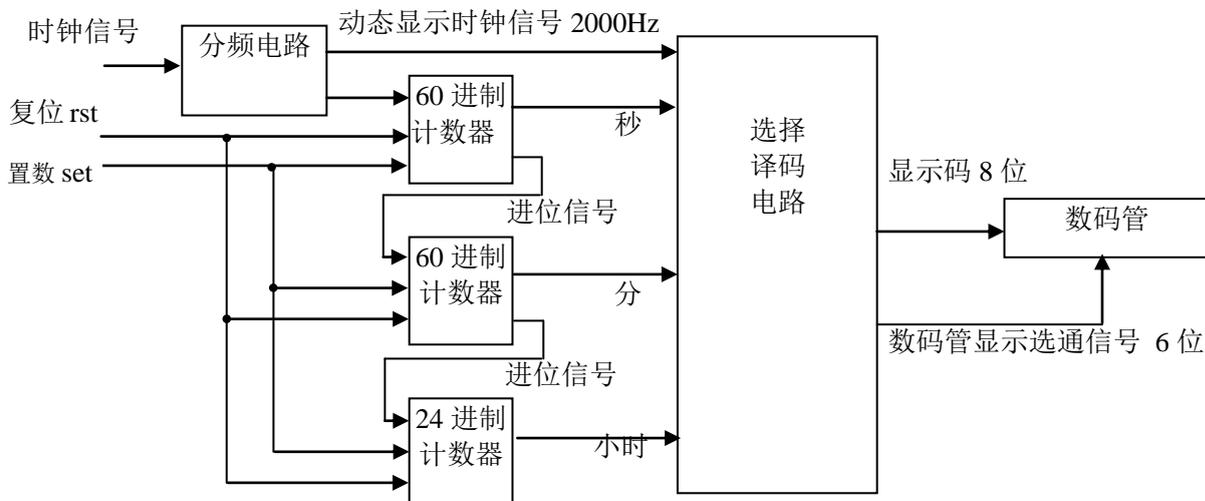

图 3.1 数字时钟框图
数字时钟框图如图 3.1 所示，一个完整的时钟应由 4 部分组成：秒脉冲发生电路、计数部分、译码显示部分和时钟调整部分。
5、各模块连接方式如图 3.1 所示。